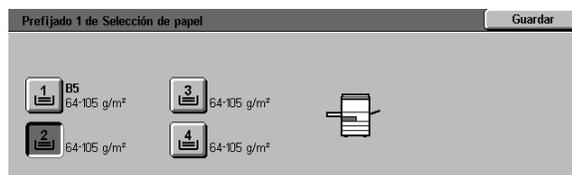

Figura 43: Prefijado de selección de papel
- Si seleccionó la opción Prefijado de selección de papel, pulse el icono de la bandeja deseada en la pantalla Prefijado de selección de papel (Figura 43).